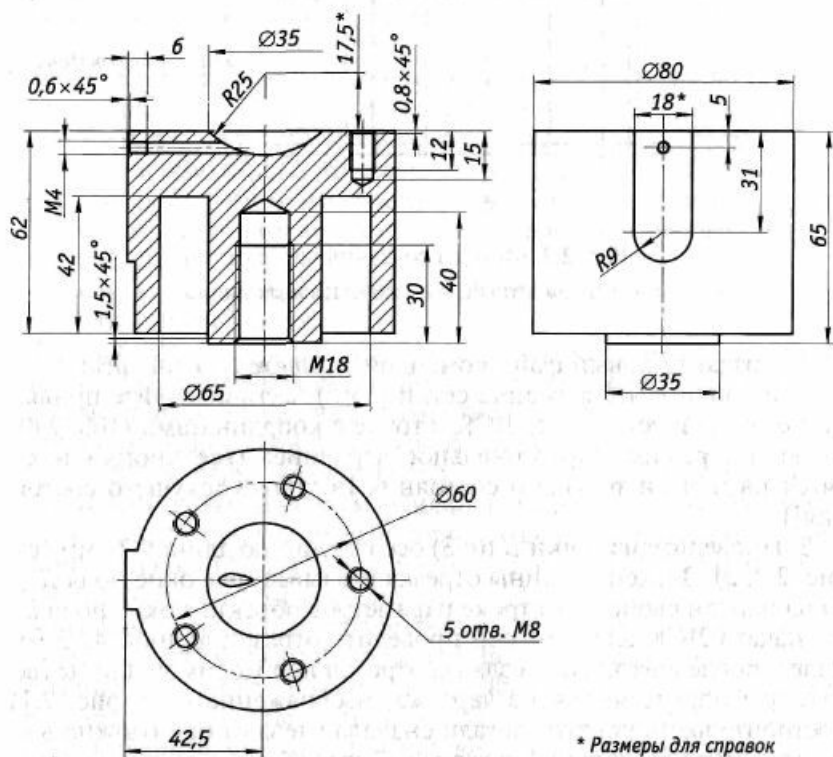
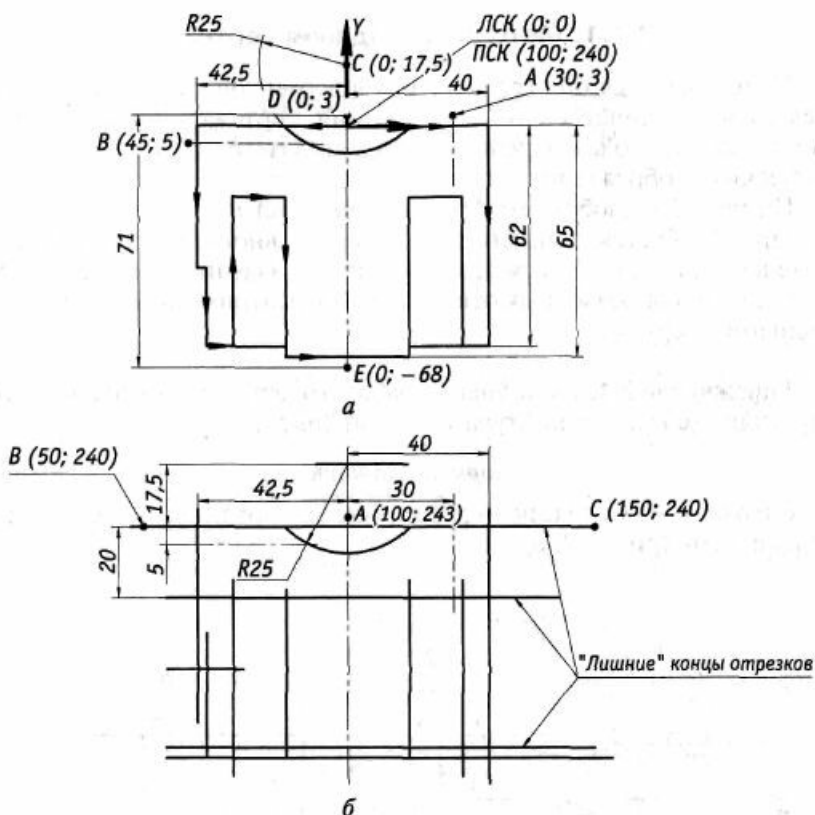

Рис. 2.1. Фрагмент чертежа направляющего цилиндра
Рис. 2.2. Методы создания чертежа:
На рис. 2.1 изображен фрагмент чертежа направляющего цилиндра. Требуется выполнить этот чертеж вновь, причем предварительно надо вычертить только контуры изделия и нанести осевые линии для резьбовых отверстий. Рассмотрим два способа выполнения чертежей.
Упражнение 2.1. Выполнение рабочего чертежа направляющего цилиндра (создание контура изделия) (рис. 2.2).
Способ 1. Создание чертежа с использованием сетки, ЛСК, примитивов (рис. 2.2, а).
3. Проведите из точки $D(0; 3)$ осевую линию длиной 71 мм (см. рис. 2.2, а). Значение длины отрезка указывается в окне поля *Длина* на панели свойств [в строке параметров объекта в окне поля *ln*]. Из начала ЛСК влево от оси проведите отрезок длиной 42,5 мм. Далее, последовательно создавая отрезки необходимой длины (все размеры определяются из чертежа, изображенного на рис. 2.1), постройте часть контура детали сначала слева от оси (можно воспользоваться командой *Непрерывный ввод объектов*), затем справа. Для построения некоторых линий справа (не имеющих стрелок,
С п о с о б 2. Контур фронтальной проекции детали выполнен. Теперь создадим чертеж с использованием параллельных линий, образующих контур детали (рис. 2.2, б).
- выполните профильную и горизонтальную проекции детали (см. рис. 2.1) без изображения резьбовых отверстий (выполняются только контурные и осевые линии;
2. Нанесите размеры, ориентируясь на чертеж, изображенный на рис. 2.1.